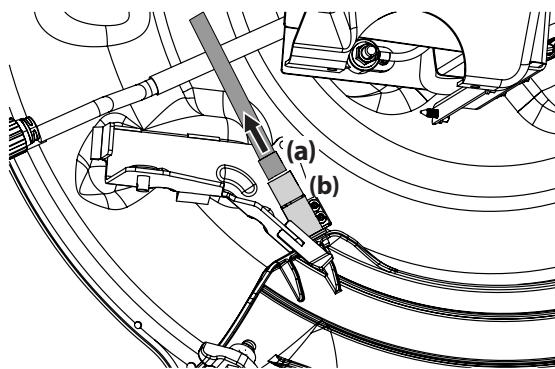

Figura 22
- Desconecte el conector del cable (a) del interruptor de seguridad (b) de la parte trasera del canal de descarga. Consulte la Figura 22.
- Conecte el conector del cable (a) en el interruptor de seguridad (b) de la parte trasera del canal de descarga. Consulte la Figura 22.